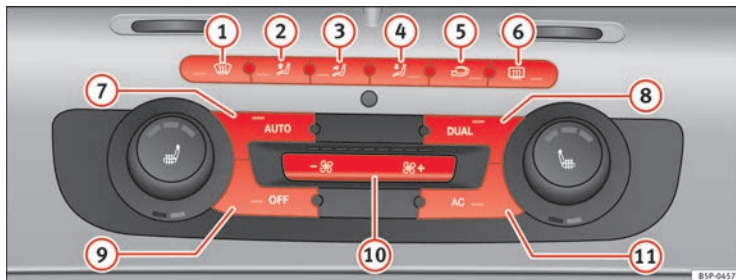

Abb. 113 Bedienelemente der 2C-Climatronic an der Instrumententafel.
- Zum Einschalten des manuellen Betriebs betätigen Sie eine der Tasten ⇒ Abb. 113 ① bis ⑤ oder aber die Gebläsetasten ⑩. Die jeweils eingestellte Funktion wird am Display des Radios bzw. des Navigationssystems angezeigt.
- Drücken Sie die Taste  ⇒ Seite 165, Abb. 113 , um den Umluftbetrieb ein- oder auszuschalten. Bei eingeschaltetem Umluftbetrieb erscheint am Display das Symbol .